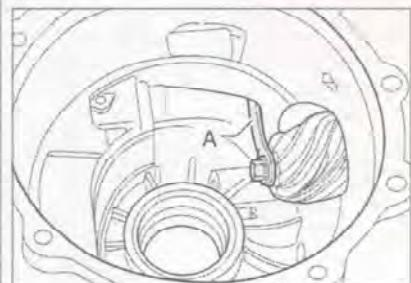

Рис. 7.161. Если ведущая шестерня главной передачи прокручивается, зафиксируйте ее держателем T30051 (A).
Примечание. Если ведущая шестерня главной передачи прокручивается, зафиксируйте ее держателем T30051 (A) (рис. 7.161).